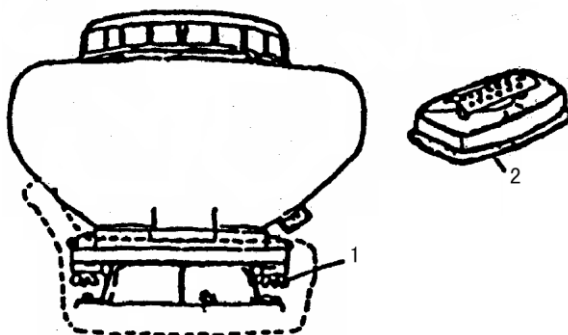

Fig.1
- 1) Înlăturați piulițele care fixează rezervorul, și demontați rezervorul de chimicale. Înlocuiți placa de pulverizare tip grilă cu placa de bază pentru lichide. Montați la loc rezervorul și strângeți piulițele ca în Fig.1.